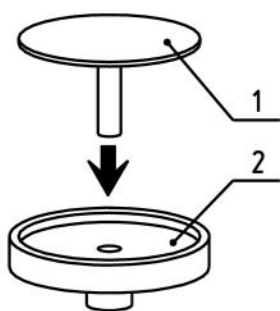

Рисунок 4
4.4.3.1 Вложите поршень 1 в чашечку 2 (см. рисунок 4, страница 8).